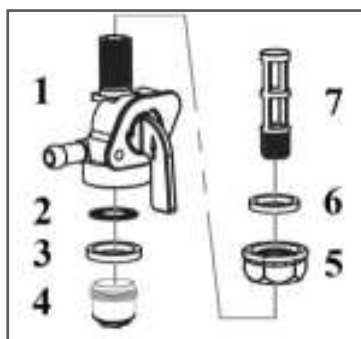

Рис. 18 Устройство топливного крана
Каждые 300 часов работы или один раз в год в зависимости от того, что наступит раньше, необходимо производить очистку топливного бака от грязи и конденсата. Перед этим рекомендуется полностью выработать топливо. Одновременно с очисткой топливного бака необходимо проверять и очищать фильтры, установленные в топливном кране (Рис. 18). Поврежденный или сильно загрязненный фильтр необходимо заменить.
Устройство топливного крана показано на Рис. 18.
4. Открутите контргайку 5 на 1-2 оборота после чего выкрутите топливный кран из топливного бака (Рис. 18).
5. Открутите стакан отстойника 4 и слейте из него бензин в подготовленную для этого емкость (Рис. 18).
6. Извлеките из корпуса топливного крана 1 уплотнительное кольцо 3 и сетчатый фильтр 2 (Рис. 18).
7. Выкрутите из корпуса топливного крана сетчатый фильтр 7 (Рис. 18).